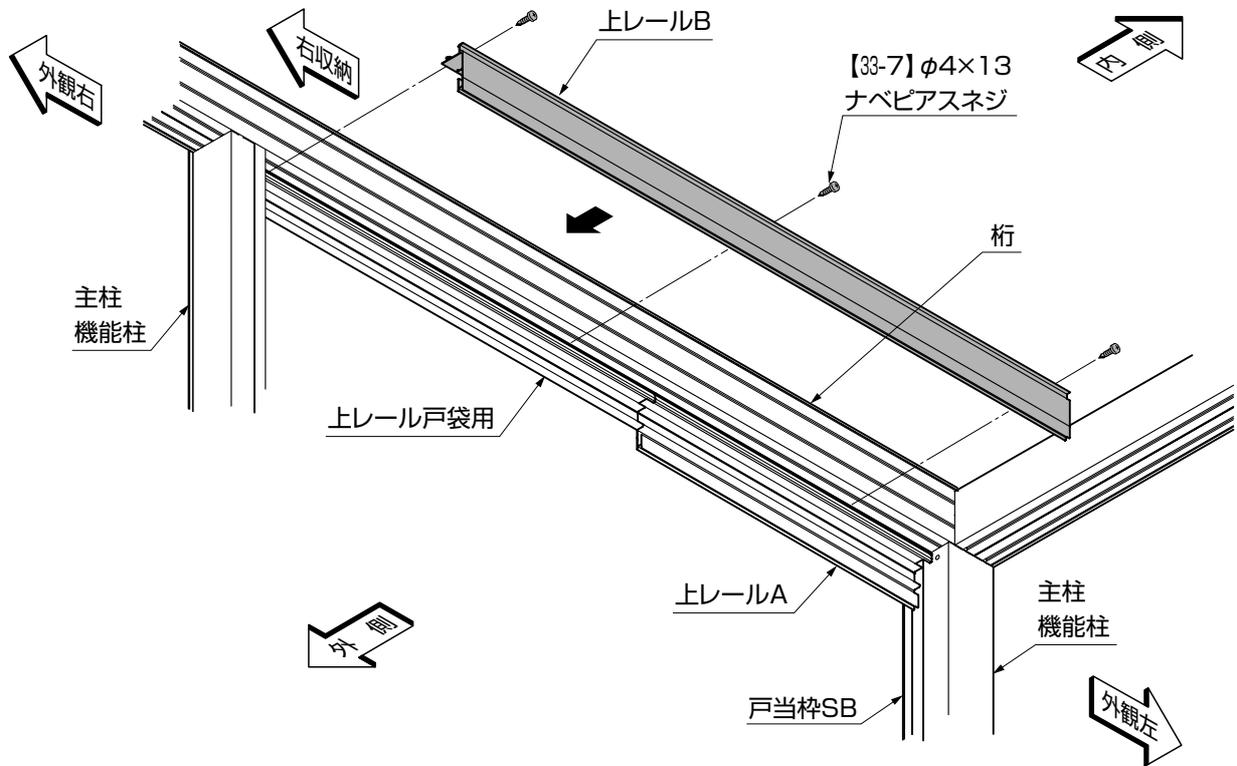

図6-1
①上レール戸袋用、上レールAに上レールBを【33-7】で取付けてください。(図6-1参照)